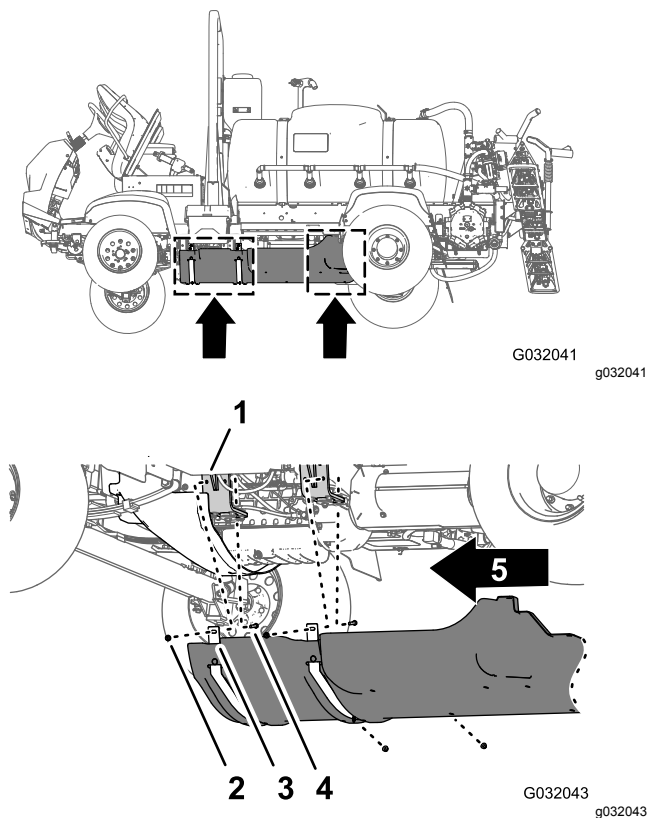

Figura 123
1. Alinhe o resguardo do chassis inferior com a parte inferior da máquina (Figura 123).
2. Passe as tiras de suporte do resguardo do chassis por cima dos parafusos e do parafuso de carroçaria nos suportes de montagem do motor da máquina (Figura 123).
3. Monte o resguardo do chassis nos suportes de montagem do motor e parafusos (Figura 123) com as quatro porcas de bloqueio flangeadas (5/16 pol.) que retirou no passo 2 de 7 Retirar o resguardo do chassis inferior (página 15).